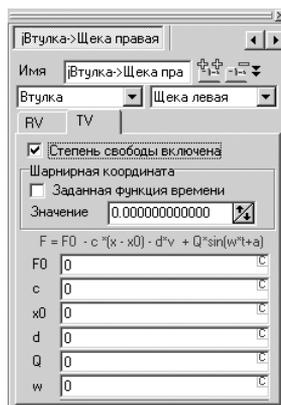

Рис. 2.57. Окно **Инспектор** после выделения в раскрытом списке **Шарниры** пункта **jВтулка->Щека правая**
- щелкните в **Дереве элементов** по пункту **Шарниры**, если он не раскрыт, а затем в раскрытом списке по пункту **jВтулка->Щека правая**. Появится соответствующее окно **Инспектор**, как на рис. 2.57;